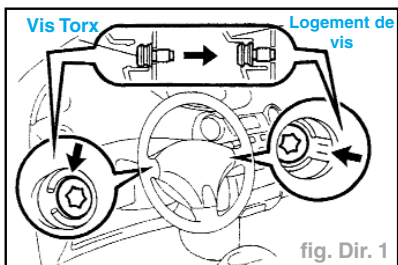

fig. Dir. 1
- A l'aide d'une clé à douille Torx, desserrer les 2 vis Torx jusqu'à ce que la gorge située à la circonférence de la vis atteigne le sommet du logement de celle-ci (fig. Dir. 1).